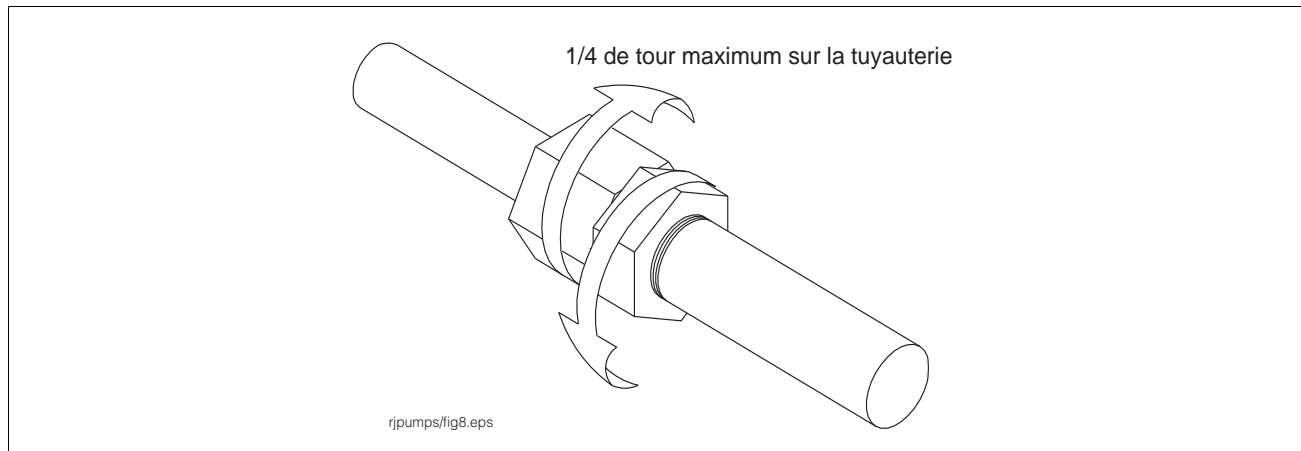

Figure 10. Desserrer l'écrou de blocage
4. Desserrer l'assemblage à rivets sur la colonne en dévissant la vis d'arrêt du côté de l'écrou de blocage, puis débloquent l'écrou de blocage (voir Figure 10).